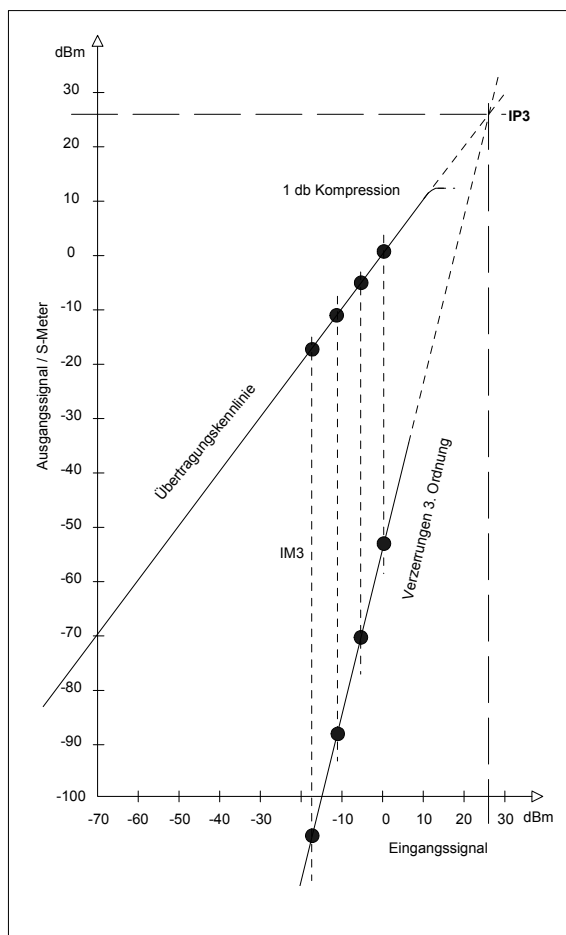

Bild 7: IP_3 -Messung an einem Empfänger
Bild 7 zeigt die Messergebnisse in grafische Darstellung. Hierbei wurden die Übertragungs- und die IP_3 -Kennlinie soweit zu größeren Pegeln hin verlängert, bis sie sich schneiden. Dieser theoretische Schnittpunkt wird als 3. Order Intercept Point (IP_3) bezeichnet (2). Deutlich zu erkennen ist, dass die Störprodukte dreimal schneller ansteigen als die Nutzprodukte. Darin liegt ein Hauptproblem von